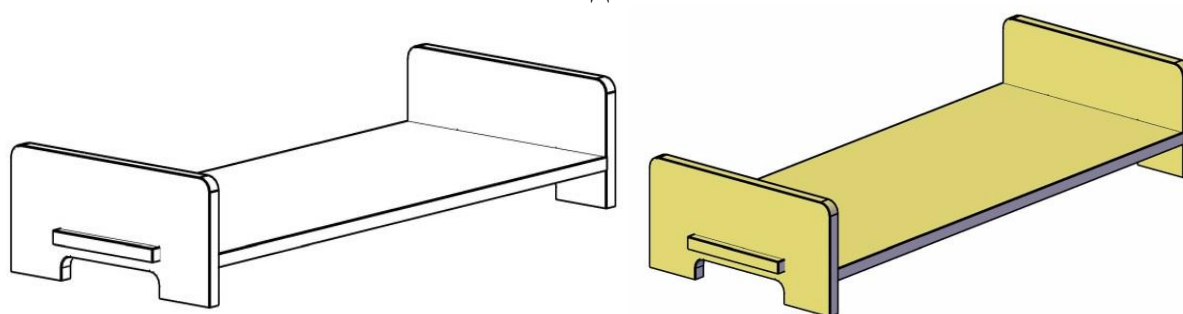

Рис. 1
1. По данному образцу (Рис. 1) разработайте технологическую карту (Таблица 1) для изготовления деталей подноса.